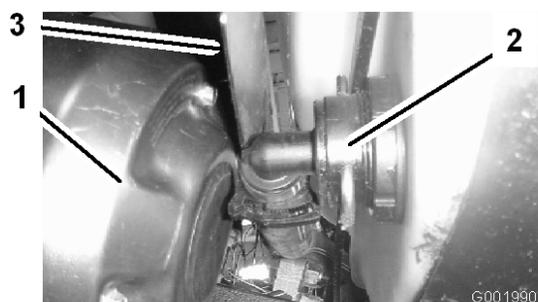

Figura 56
3. Retire a tubagem localizada em baixo na parte da frente do depósito (Figura 56).
Nota: Pode ser necessário fazer recuar a protecção contra o calor (Figura 56) quando retirar a tampa.
- Ligue a tubagem na parte da frente do depósito (Figura 56).